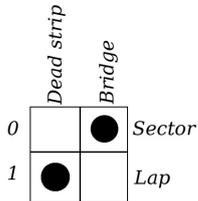

Figura 33: ponte Ds sensore di settore, banda morta sensore di fine giro.
Affinché il ponte DS venga interpretato dalla *Track Interface* come sensore di settore e la banda morta come sensore di fine giro, è necessario settare il doppio *switch* (5) come mostrato nella figura 33.